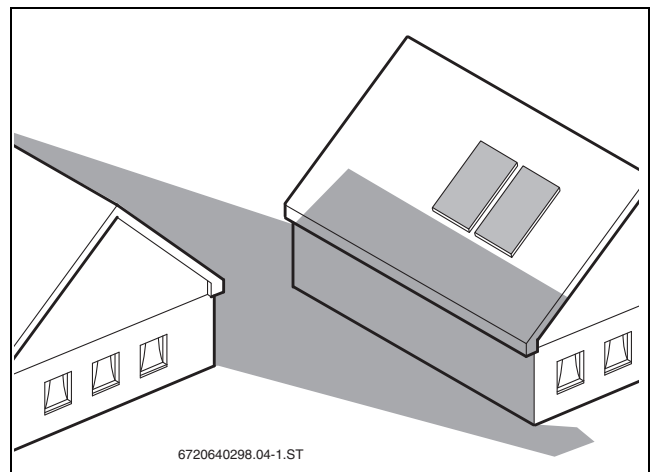

Fig. 11
- Éviter les ombres éventuelles (→ fig. 11).